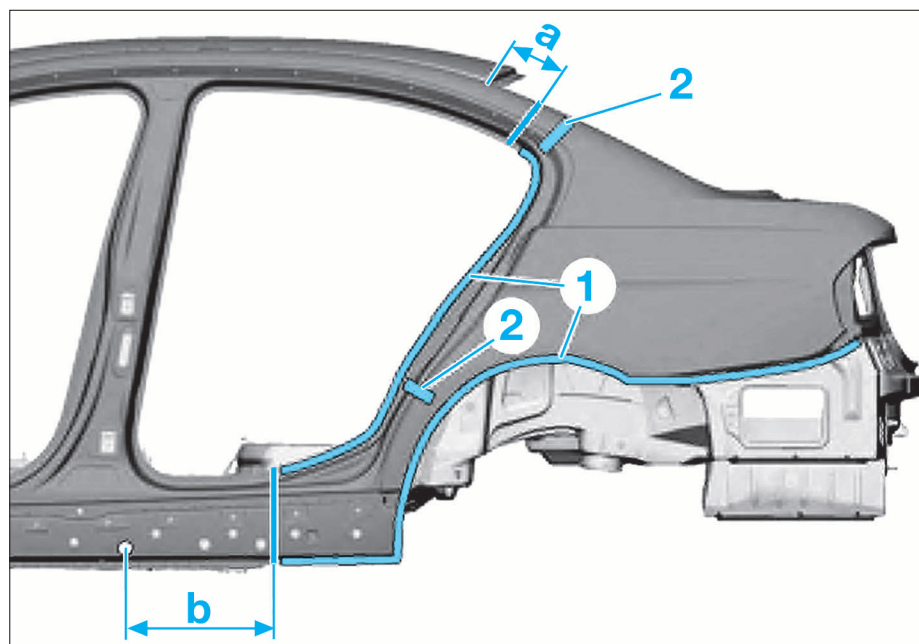

FIG. 22
- Tracer les lignes de coupe d'après les cotes puis effectuer les découpes (Fig.22).
- Dégager les cordons de soudure dans les zones (1) (Fig 22 et 23).
- Appliquer de la colle pour vitre sur les éléments d'insonorisation des corps creux (2) (Fig.22).